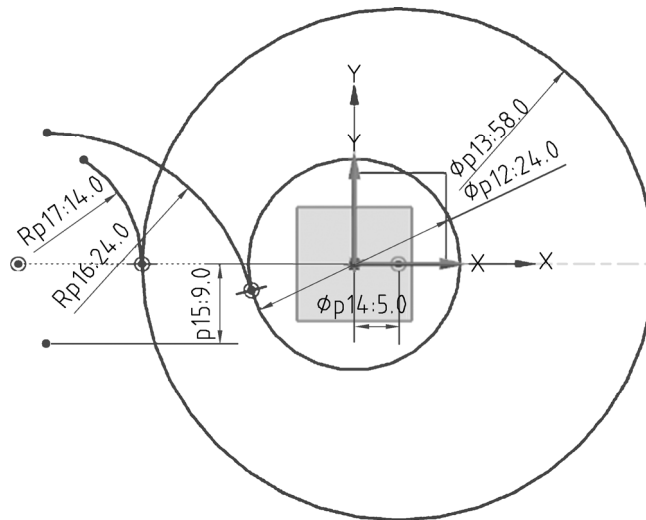

图 1-2-7 绘制圆弧
(3) 绘制两个圆弧。点击【直接草图】→【圆弧】 \frown 命令，绘制两个与偏心圆相切的圆弧，半径分别为 14 和 24，同时，圆心的定位值为 0 和 9，如图 1-2-7 所示。